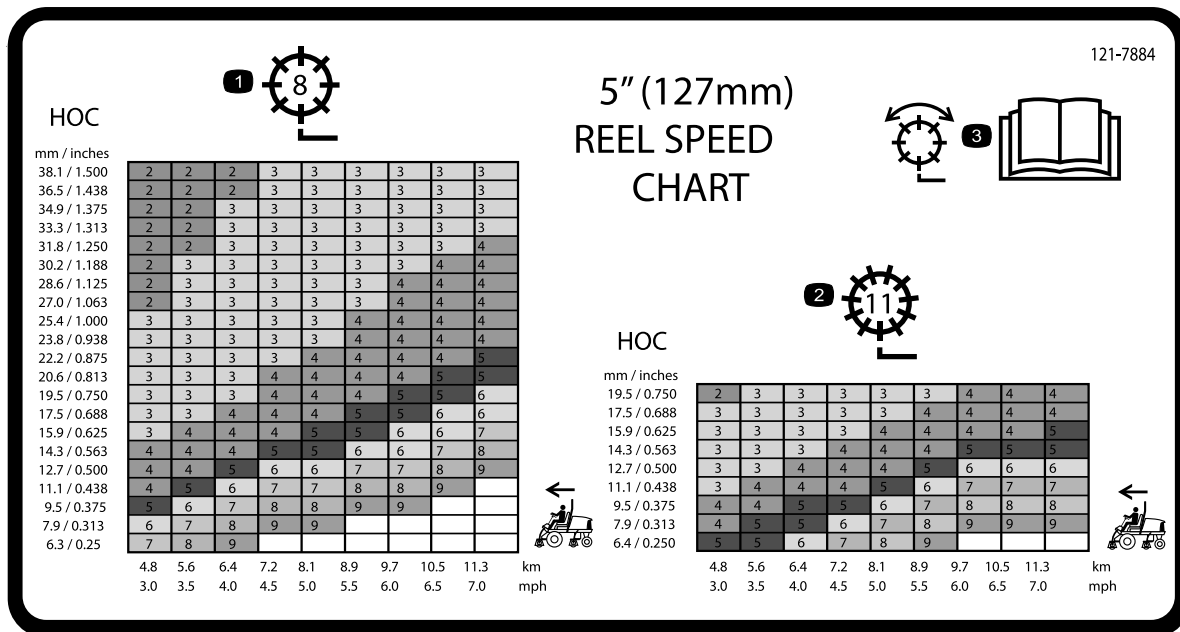

Figure 32
3. Reportez-vous au graphique sur l'autocollant du tableau de vitesse des cylindres (Figure 32) pour déterminer le réglage de vitesse de cylindre correct.